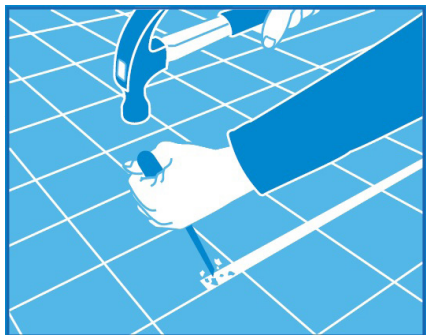

Рисунок 3
- Пробить в стене и полу штору до коробки подключения термостата (терморегулятора) (**рис. 3**)